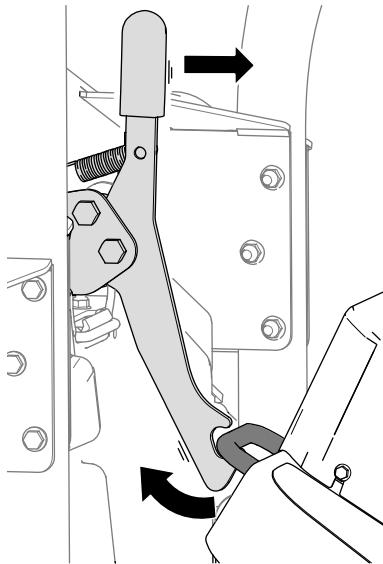

Bild 42
1. Lösen Sie die Verriegelung des Mähwerks von der Befestigungshalterung (Bild 42), indem Sie das Mähwerk leicht nach vorne drehen (siehe Bild 40) und den Verriegelungsgriff nach vorne ziehen.